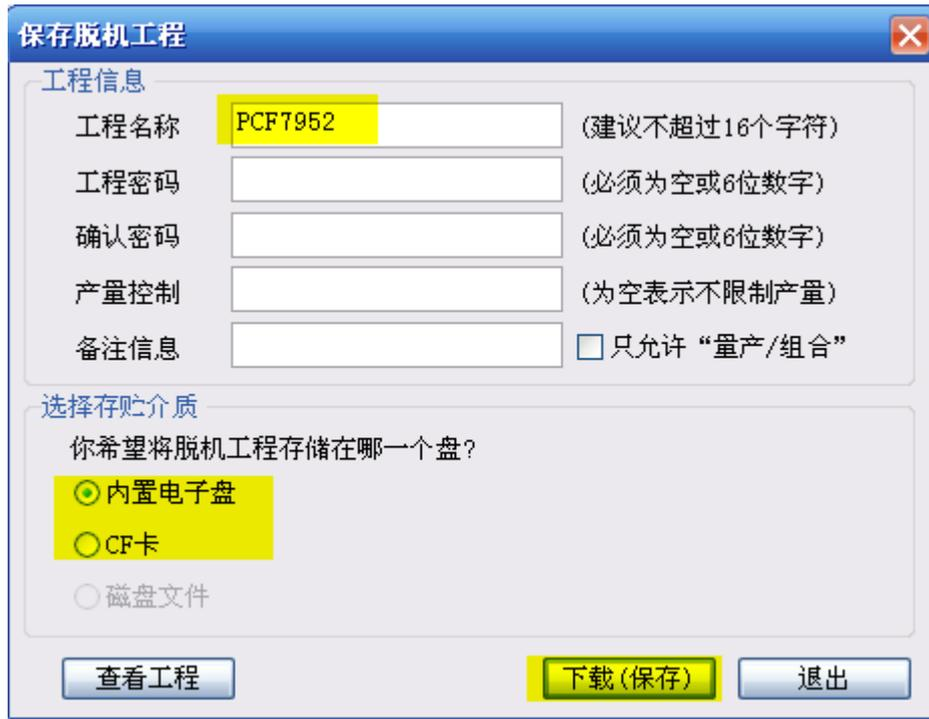

图 2.8.1 制作脱机功能
- b. 填写相关的信息，如图 2.8.1 所示，点击下载可把工程下载到编程器中；
可以把图 2.8.1 中 只允许“量产/组合” 勾上；